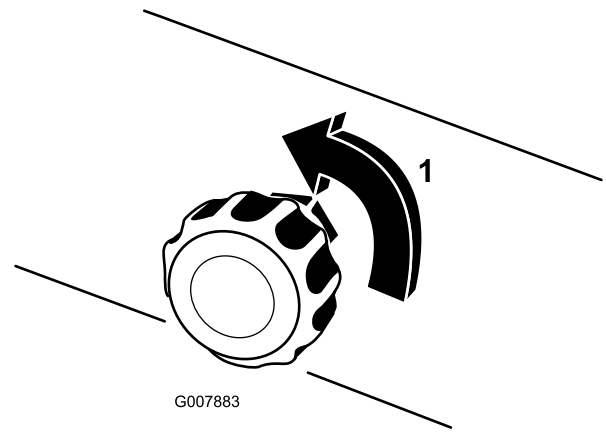

Figura 19
5. Para o funcionamento inicial, abra a válvula de ajuste de densidade da espuma de 1/8 a 1/4 de volta no sentido contrário ao dos ponteiros do relógio (Figura 19).